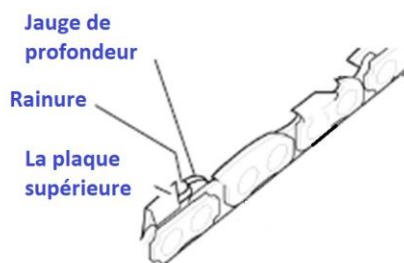

Fig. 6a
- 3) Placer une lime ronde de 5/32" (attachée à un guide-lime) entre la plaque supérieure et la jauge de profondeur, puis affûter les couteaux comme illustré aux Fig. 6a et 6b.